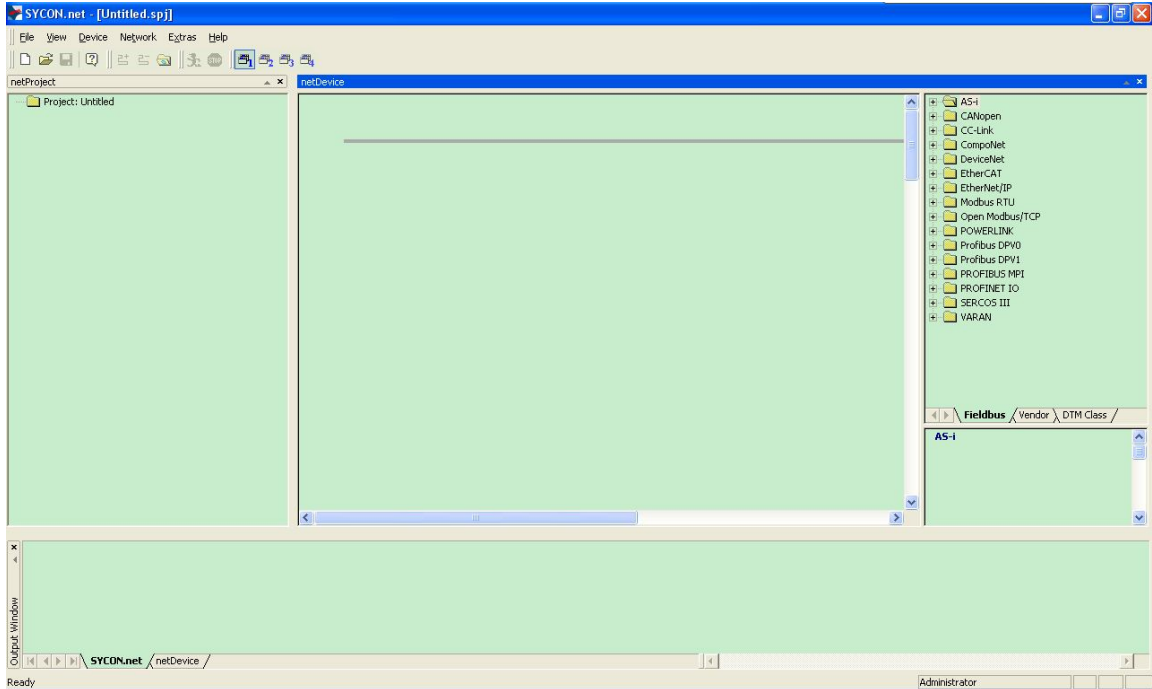

图 10
(10) 当 NT 100 网关 USB 设备驱动以及网关配置工具 SYCON.net 都安装成功后，使用 USB 电缆连接 NT 100 与计算机，并打开 SYCON.net，选择“File”“New”，如图 10 所示：